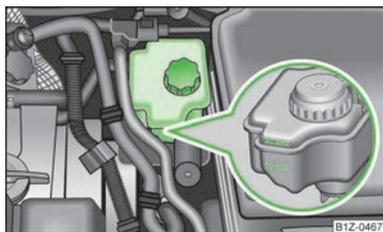

Fig. 136
- Comprobar el nivel de líquido de frenos en el depósito » fig. 136. El nivel debe encontrarse entre las marcas "MIN" y "MAX".